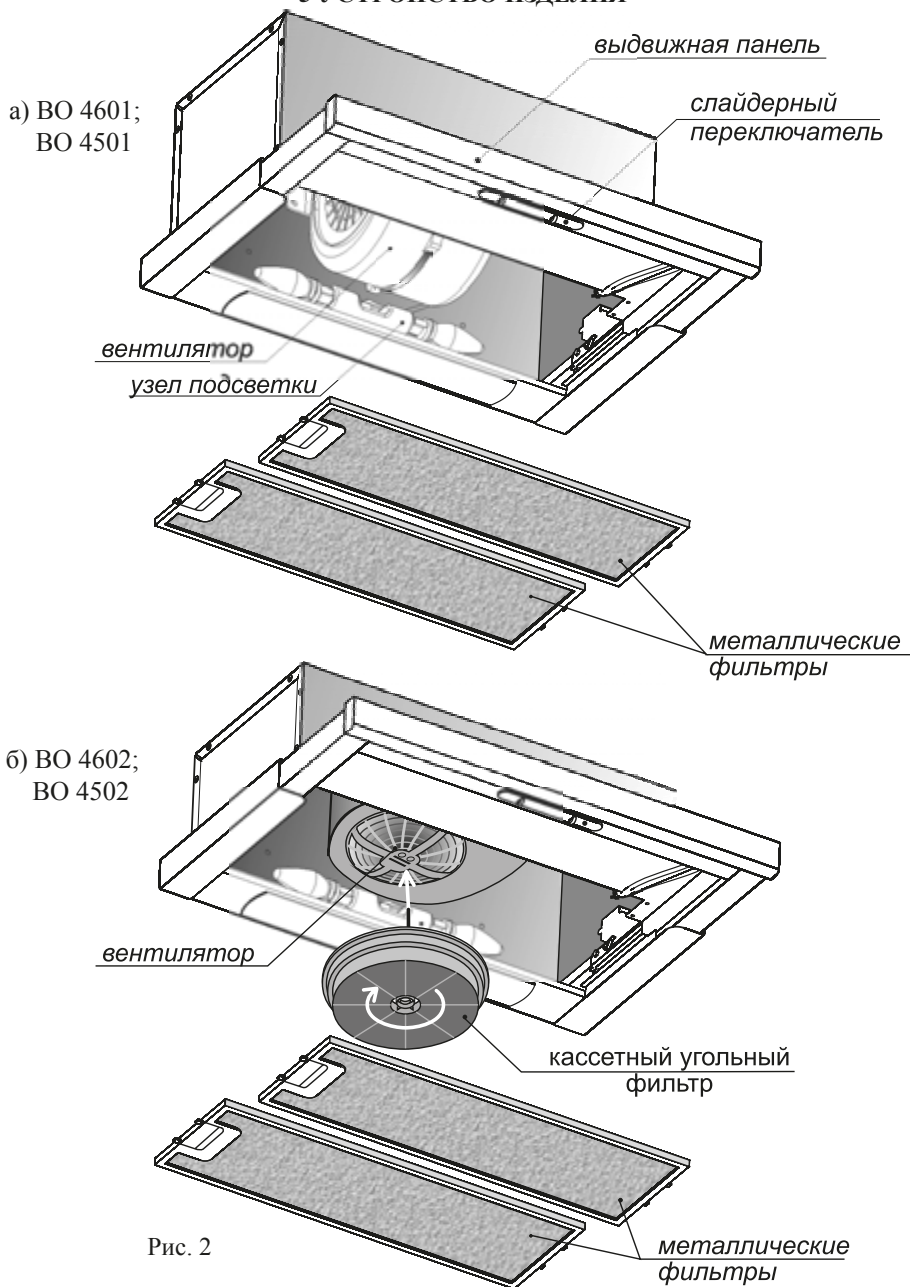

Рис. 2
- С помощью кассетного угольного фильтра (рекомендуется устанавливать на воздухоочистители, работающие в данном режиме) всасываемый воздух дополнительно очищается гранулами активного угля, уменьшаются запахи от приготовления пищи. Угольный фильтр не подлежит регенерации и должен заменяться примерно каждые шесть месяцев (в зависимости от интенсивности эксплуатации). Для установки кассетного угольного фильтра наденьте его на три фиксирующих элемента в центре вентилятора и поверните по часовой стрелке до упора (рис. 2б). Демонтаж фильтра проводится в обратном порядке.